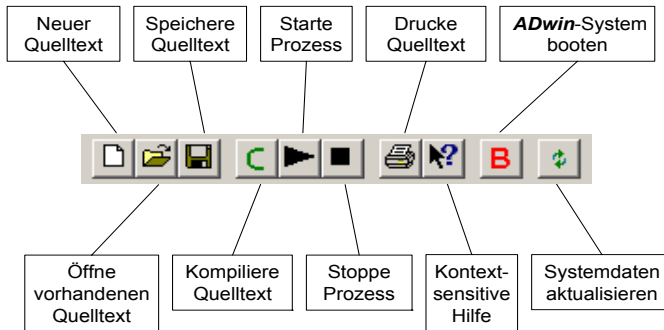

Abb. 2 – Die Werkzeugleiste
- die Werkzeugleiste (siehe Abb. 2)